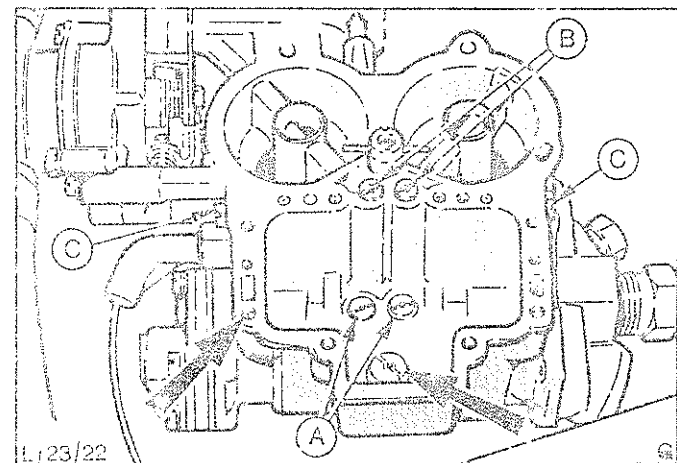

Abb.7 Düsen und Düsenstopfen, die zur Reinigung entfernt werden müssen (OHC-Motor)
9. Düsen und Düsenstopfen aus dem Vergasergehäuse entfernen. Beim Ausbau der Haupt-, Leerlauf- und Luftkorrekturdüsen, Abb.7, jeweilige Einbaulage und Größe der Düsen beachten (bei OHC-Motoren).
11. Düsen und Düsenstopfen einsetzen, Abb.7.